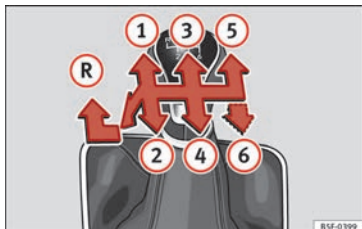

Abb. 54 Schaltschema bei einem 5-Gang bzw. 6-Gang Schaltgetriebe
Auf dem Schalthebel sind die Positionen der einzelnen Fahrgänge dargestellt » **Abb. 54**.
- Schalthebel auf Leerlauf stellen und nach unten drücken, ganz nach links und dann nach vorne schieben um den Rückwärtsgang » **Abb. 54** **R** einzulegen.